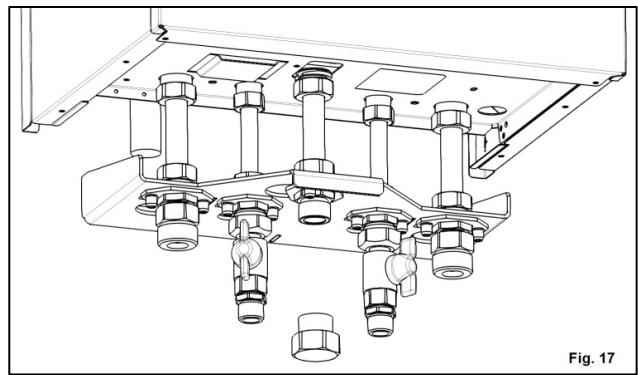
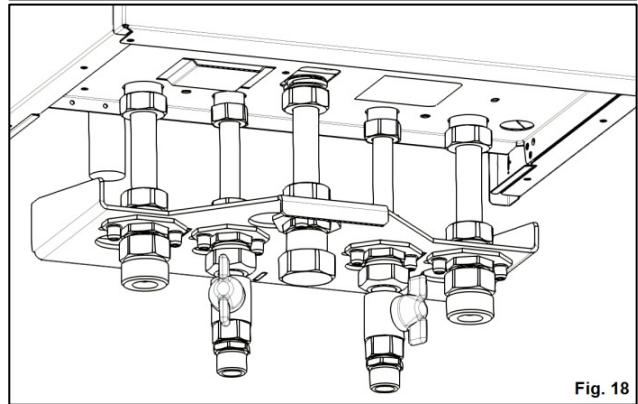

Fig. 17
Fig. 18
**12.** Se atașează partea cu filet interior, a racordului olandez aferent robinetului de gaz N, la racordul G (Fig. 17), asigurându-se etanșarea cu șnur de cânepă (Fig. 18).